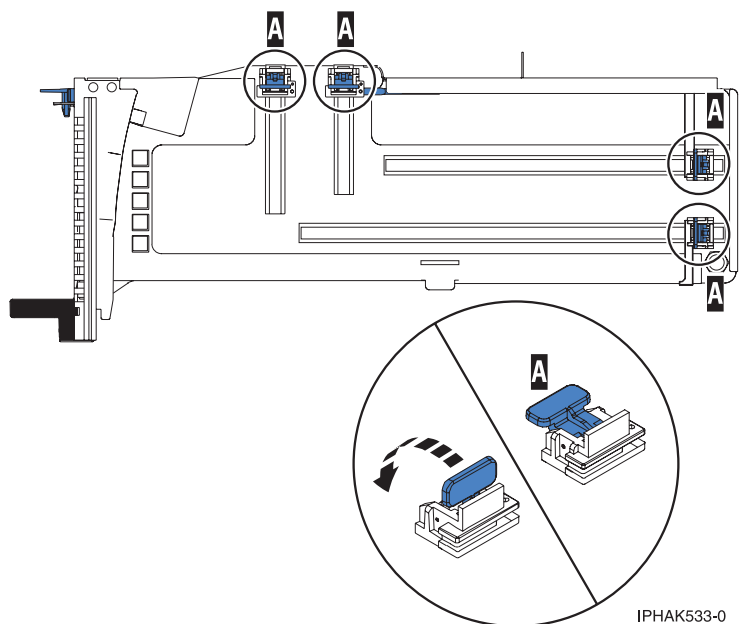

Figure 85. Crochets de retenue
- b. Vérifiez que tous les crochets de retenue de carte (**A**) sont repoussés vers les bords de la cassette pour permettre l'installation de la carte. Voir figure 85, à la page 95.